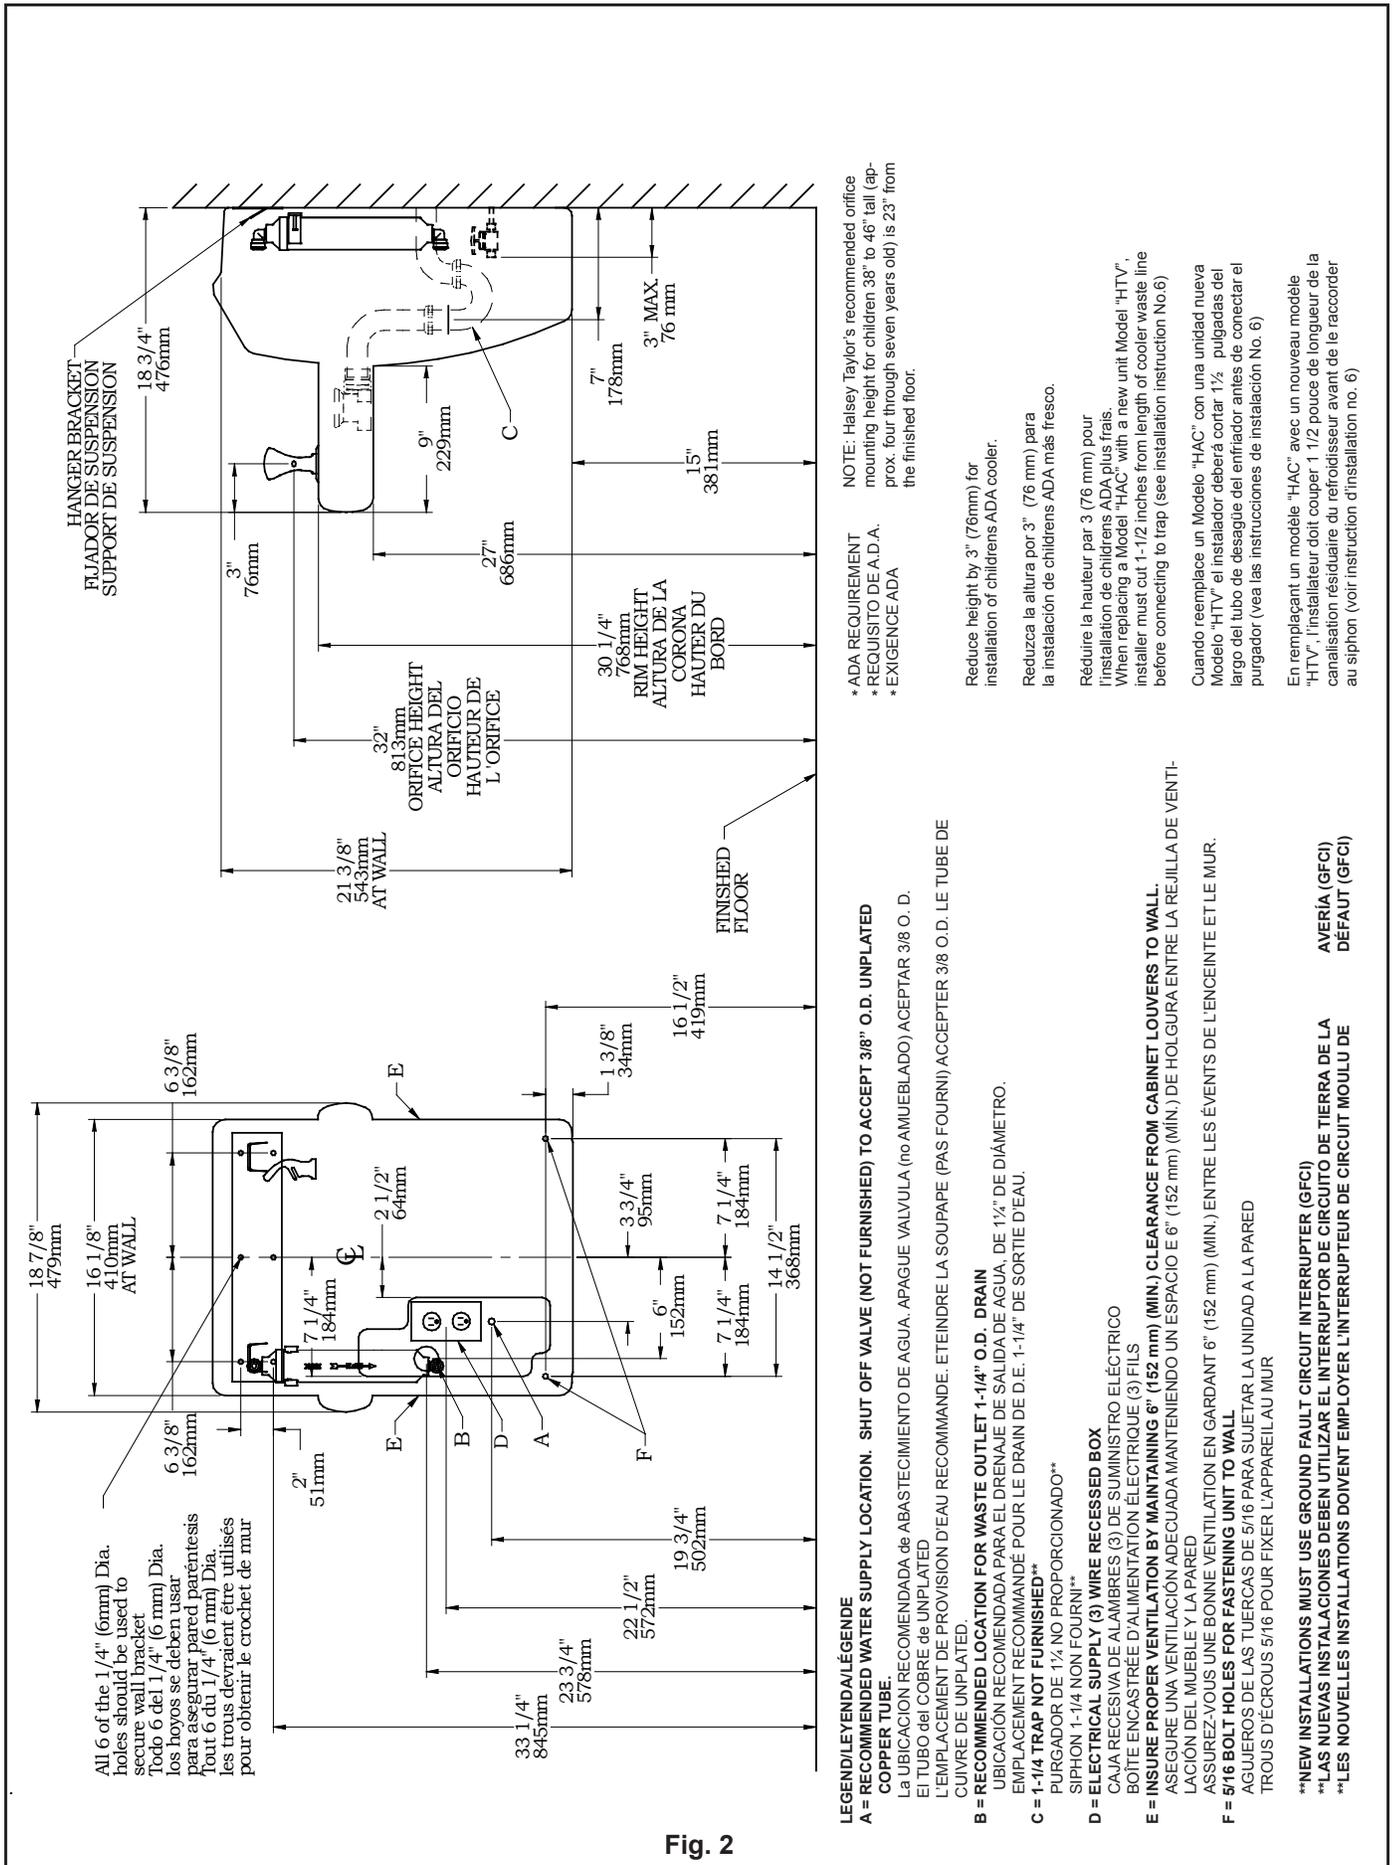
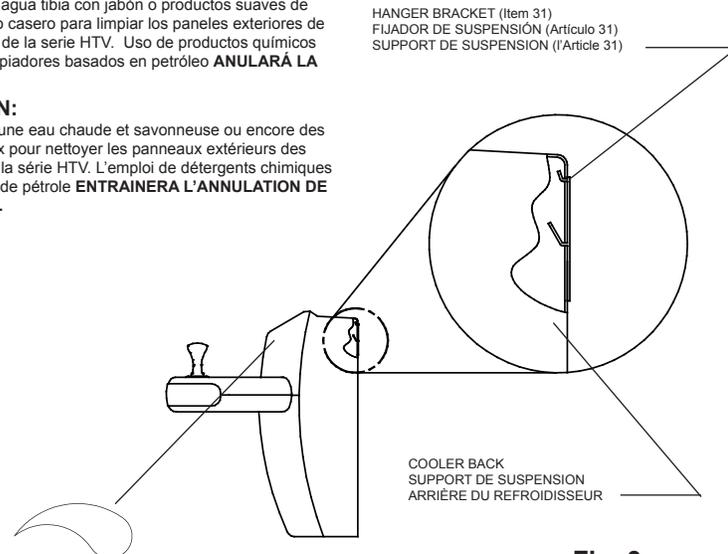

Fig. 2
Fig. 3
- 1) Remove hanger bracket fastened to back of each cooler by removing one (1) screw.
- 2) Mount the hanger brackets as shown in Fig. 2 & Fig. 3.
- NOTE:** Hanger Bracket MUST be supported securely. Add fixture support carrier if wall will not provide adequate support. Anchor hanger securely to wall using all six (6) 1/4 in. dia. mounting holes.
- 3) Hang the cooler on the hanger bracket. Be certain the hanger bracket is engaged properly in the slots on the cooler back as shown in Figure 3.
- 8) Stream height is factory set at 35 PSI. If supply pressure varies greatly from this, adjust screw located on upper side of frame (Item 33). See Fig. 3. CW adjustment will raise stream and CCW adjustment will lower stream. For best adjustment, stream should be 1-1/2" above bubbler hood. (See Fig. 12)
- 1) Quite gancho paréntesis abrochó para apoyar de más fresco quitando uno (1) tornillo.
- 2) Monta el paréntesis de gancho como mostrado en la Fig. 2 & Fig. 3.
- 8) La altura de la corriente es el conjunto de la fábrica en 35 PSI. Si la presión de la fuente varía grandemente de esto, ajuste el tornillo situado en el lado superior del bastidor (Artículo 33). Vea Fig. 3. El ajuste de CW levantará la corriente y el ajuste de CCW bajará la corriente. Para mejor ajuste, la corriente debe ser 1-1/2" encima de capucha de bubbler. (Vea Fig. 12)
- 1) Enlève le crochet de cintre a attaché pour soutenir de plus frais en enlevant celui (1) la vis.
- 2) Monter le crochet de cintre selon la Figure 2 & 3.
- 3) Accrochez le refroidisseur au support de suspension. Vérifiez que le support de suspension est correctement inséré dans les fentes situées au dos du refroidisseur comme indiqué sur la Figure 3.
- 8) La hauteur de ruisseau est la série d'usine à 35 PSI. Si la pression d'approvisionnement varie considérablement de ceci, ajustez la vis plac du côté supérieur de l'armature (l'Article 33). Voir la fig. 3. L'ajustement de CW élèvera l'ajustement de ruisseau et CCW abaissera le ruisseau. Pour le meilleur ajustement, le ruisseau devrait être 1-1/2" au dessus du capuchon de bubbler. (Voir la fig. 12)